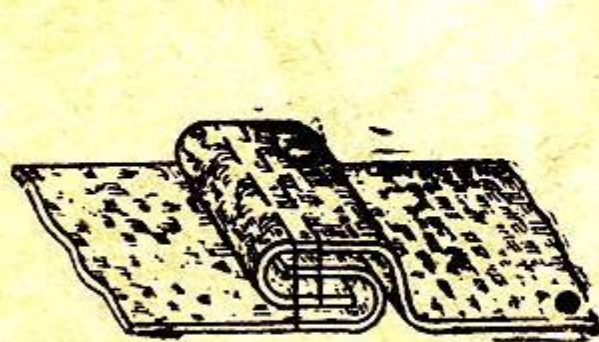

Рис. 34.
5. Окончательный вид запошивного шва показан на рис. 34. Шов состоит из четырех слоев: с внутренней